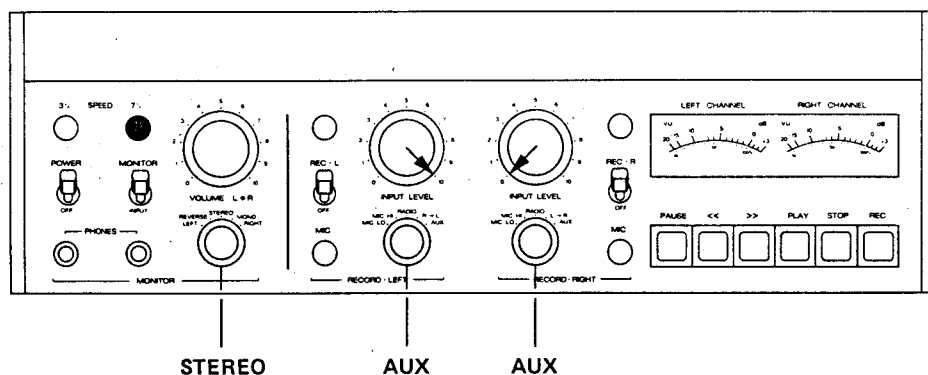

Fig. 6.5.—7
- Bedienungselemente nach Fig. 6.5.—7 einstellen.
- Set operating controls as per fig. 6.5.—7. Crosstalk L ► R.
- Connect wave analyzer to OUTPUT R (51).